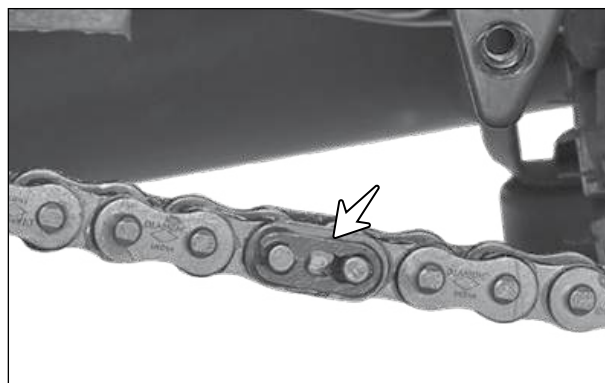

Fig. 6.68
- Remova a presilha de trava do elo mestre (seta), a placa de ligação, o elo mestre e desconecte a corrente de transmissão. (Fig. 6.68)